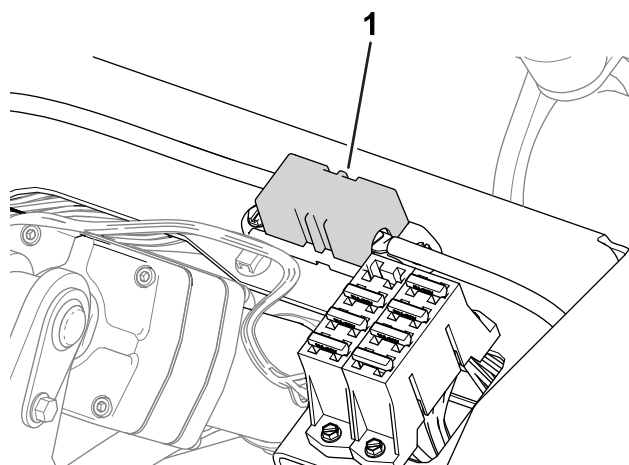

Figure 51
- Les fusibles du moteur de roue droite (60 A) se trouvent sous le siège (Figure 51).